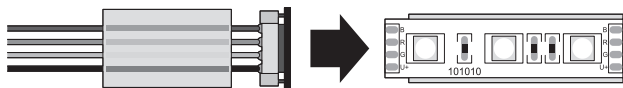

Bild 5
1. Einspeisungsverbinder in die Silikon-Kappe stecken (Bild 5).
2. Verschluss des Einspeisungsverbinders öffnen (Bild 5).